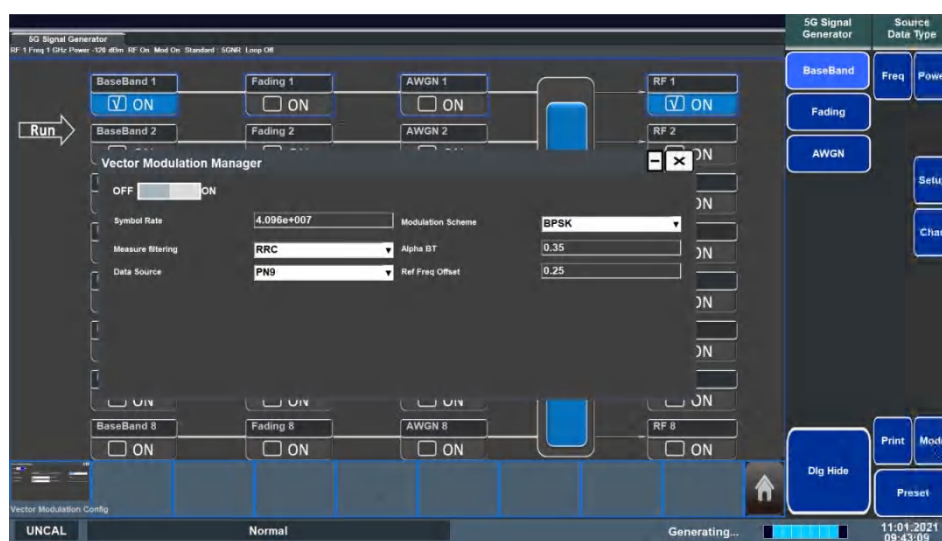

图 4.4 矢量信号配置界面
- 点击 Vector Modulation 进入内部设置界面，如图 4.4 所示。